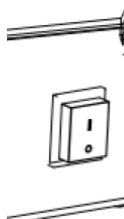

Figura.2
- a. Gire el interruptor de encendido a la posición I y verifique que el ventilador comience a funcionar correctamente. (Figura. 2)